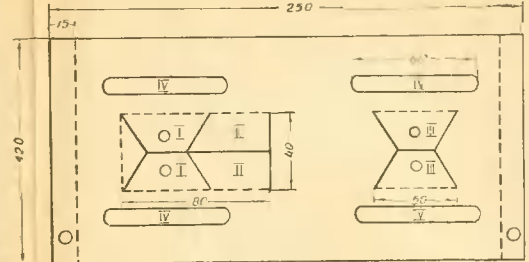
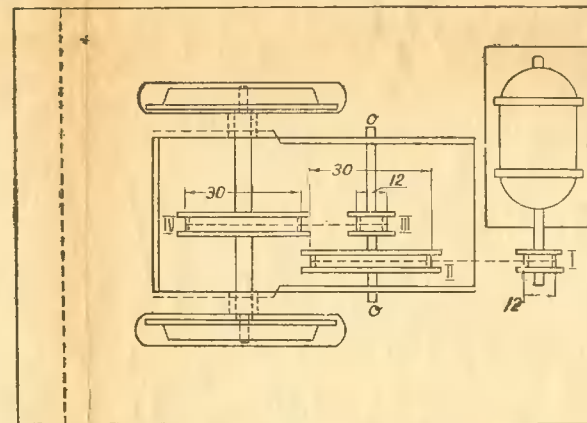

Рис. 7. Платформа электровоза (вид сверху)
Рис. 9. Схема передачи от электродвигателя к ведущим колёсам
В зависимости от электродвигателя подберите размеры платформы. Примерные её размеры указаны на рис. 7. Платформу вырубите или выпилите из двухмиллиметрового железа. Затем зубилом или лобзиком сделайте на ней пропилы (на рисунке — сплошные линии), а затем по линиям, обозначенным пунктиром, отогните части I и III вниз, а II вверх. Вырежьте окна (IV) для колёс, отогните вверх по пунктирным линиям бортики, к которым будет прикреплён корпус электровоза. Отверстия-подшипники высверливаются для осей после того, как части I и III будут отогнуты. Их диаметр должен соответствовать диаметру подбортных осей. Нужно строго следить, чтобы оси, вставленные в эти отверстия, оказались в одной плоскости, иначе электровоз будет опираться только на три колеса. Центры отверстий должны находиться на одном расстоянии от плоскости платформы. Если отверстие будет высверлено не прямо выше или ниже, то высверлено немного выше или ниже, то его можно подпилить круглым надфилем. Чтобы ось не болталась, её прижимают в нужную сторону кусочком медной проволоки, концы которой необходимо припаять к стойкам подшипника.
Передачу от электродвигателя к ведущей паре колёс проще всего сделать ременную. Схема её показана на рис. 9 и 10. Шкивы сделайте из кружочков железа, скреплённых между собой. Диаметры шкивов подбираются в зависимости от мощности и числа оборотов электродвигателя. Наиболее подходящей будет передача, сообщающая ведущим колёсам 1—2 оборота в секунду. Однако, если двигатель маломощный, придется скорость вращения ведущих колёс снизить до 0,5—1 оборота в секунду.
на оси  $OO$ , (рис. 9), которая устанавливается в отогнутых пластинках II (рис. 7). Если двигатель делает очень много оборотов, то можно установить ещё одну ось, подобно оси  $OO$ . Ремень от шкива электродвигателя в этом случае будет идти на больший шкив этой оси, а с меньшего — на шкив II. Но чтобы электродвигатель не свисал с платформы, придется шкив II установить по другой сторону от шкива III. Тогда шкивы на второй оси расположатся так, что большее из них будет против шкива двигателя I, а меньшее — против шкива II. Ремень следует делать из тонких резиновых полосок. Места скрепления концов ремня не должны иметь узлов.